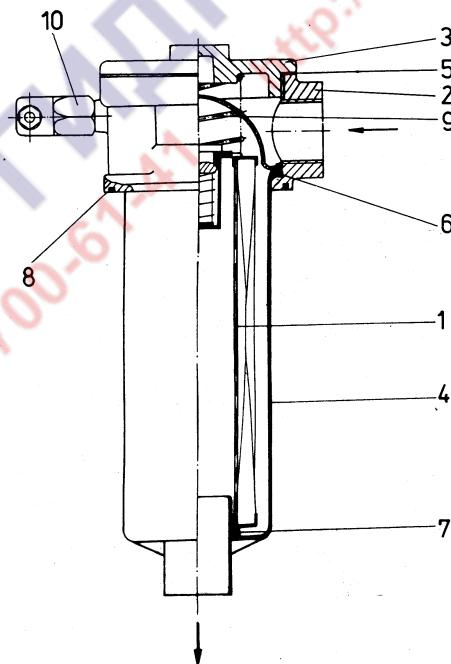

Рис. 5.59. Фильтр возвратный
7. Вынуть фильтрующие элементы возвратных фильтров и напорного, представленных на Рис. 5.59 и 5.60. Очистить демонтированные детали.
Замена фильтрующих элементов возвратных фильтров не требует слива масла из бака гидросистемы. Уровень масла в баке ниже расположения крышек фильтров. Поэтому при выемке фильтрующих элементов из фильтров не произойдет утечки масла из бака. В гидросистеме применены два возвратных фильтра, представленные на Рис. 5.59.
Порядок замены фильтрующих элементов возвратных фильтров (Рис. 5.59):
- выкрутить крышку (3, Рис. 5.59) из головки фильтра (2);
- очистить корпус (4) фильтра внутри;
- заменить фильтрующий элемент (1) с уплотнительным кольцом (7);
- проверить состояние и при необходимости заменить уплотнительную прокладку (5);
- очистить снятые детали и закрутить крышку (3).